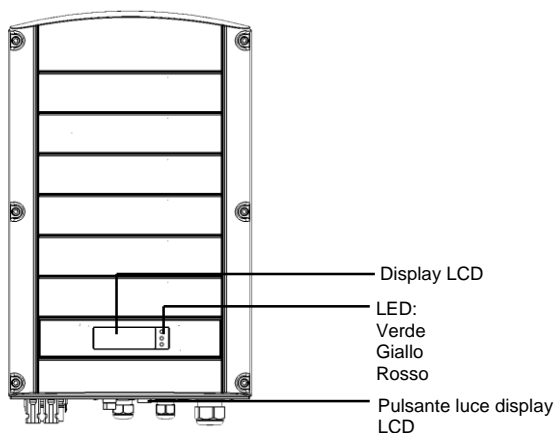

Figura 4: Vista frontale dell'inverter
- **LED display LCD:** Tre LED indicano i seguenti stati dell'inverter (vedere Figura 4):